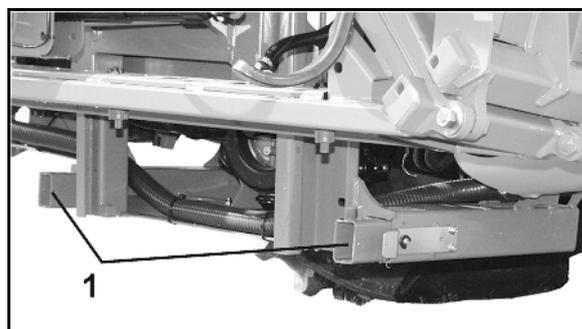

Fig. 37
- Après avoir attelé la machine, débloquez le verrouillage des béquilles et rentrez les béquilles (Fig. 37/1).